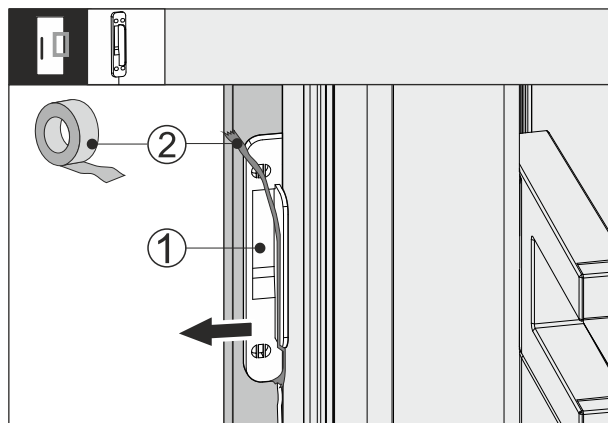

Fig. 65
- ▶ Klebeband Fig. 65 (2) am Klopfsensor Fig. 65 (1) lösen.